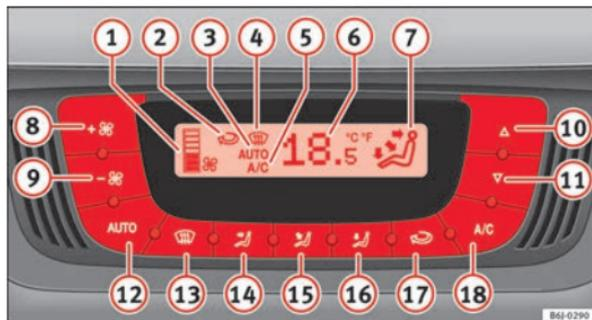

Fig. 95 Sulla plancia della strumentazione: comandi del Climatronic
- Premere i tasti 10 e 11 ⇒ fig. 95 per impostare la temperatura.
- Premere il tasto **AUTO**. Viene visualizzata l'indicazione ⇒ fig. 95 **3**.
- Premere i tasti **10** e **11** ⇒ fig. 95 per impostare la temperatura desiderata nell'abitacolo. Consigliamo una temperatura di 22 °C (72 °F).
- Premere uno dei tasti compresi tra ⇒ fig. 95 **14** e **16** oppure premere la manopola del ventilatore **8** e **9**. Si spegne l'indicazione **3**.
Il ventilatore si regola tramite i tasti **8** e **9** ⇒ fig. 95. Se la ventola è spenta (sullo schermo non è indicato nessun livello **1**) e se dopo 1 secondo si ripreme il tasto **9**, si spegne il Climatronic.
- Per attivare e disattivare la funzione di ricircolo si deve premere il tasto . È attiva se sul display compare il simbolo  ⇒ fig. 95.